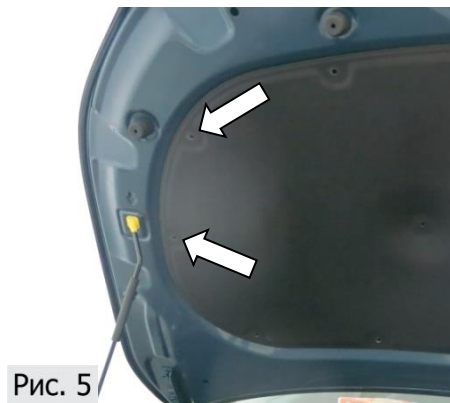

Рис. 5
6. Монтировать обшивку капота. В указанных на рисунке отверстиях, имеется резьба от установленных закладных планок. Они будут использованы для крепления кронштейна капота, (Рис.5).